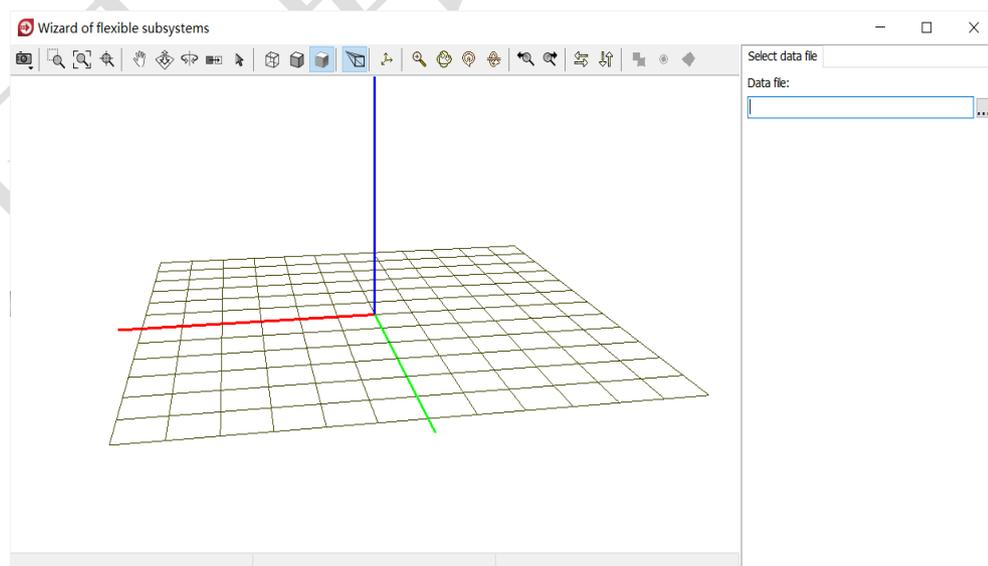

图 2-95
- 4) 在图 2-95 界面右侧点击按钮，在文件浏览器中定位到路径“D:\UM 培训教程\我的 UM 模型\刚柔耦合系统\Beam”，选中 **input.fum**，点击 **OK**。